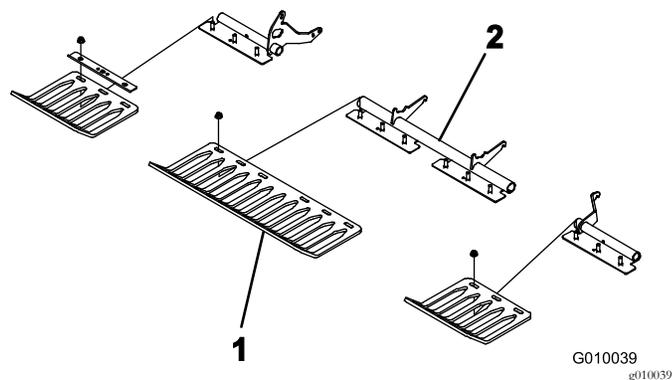

Рисунок 23
4. Свободно установите травотбойники на кронштейны с помощью 4 зажимов и 12 гаек с фланцем (Рисунок 23). Не затягивайте детали крепления.
Примечание: Зажимы травотбойников и гайки с фланцем поставляются прикрепленными к кронштейнам травотбойников (Рисунок 23).